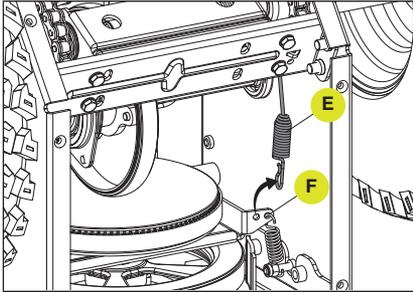

Figure 53
5. Débranchez le ressort (E) de la plaque d'entraînement (F). (Fig. 53)